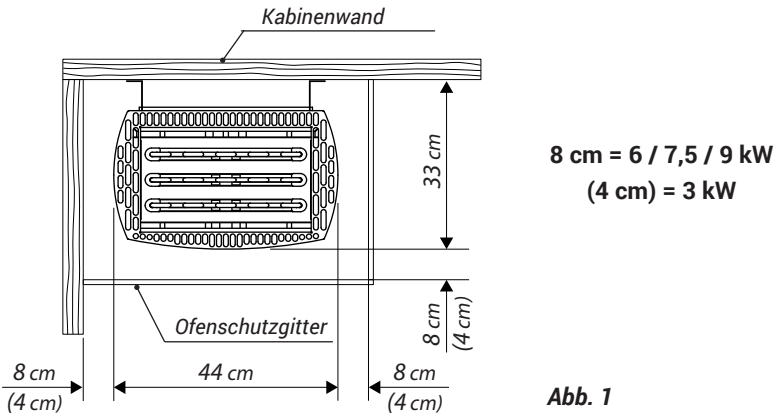

Abb. 1
- Die seitlichen (waagerechten) Abstände zwischen Heizgerät und Kabinenwand, sowie Ofenschutzgitter, Liegebank und anderen brennbaren Materialien entnehmen Sie bitte Abb. 1.